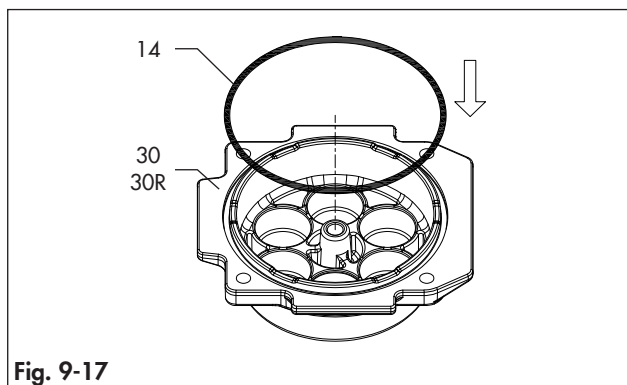
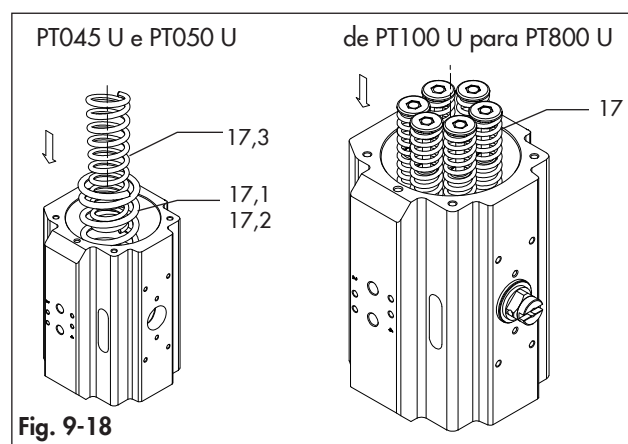
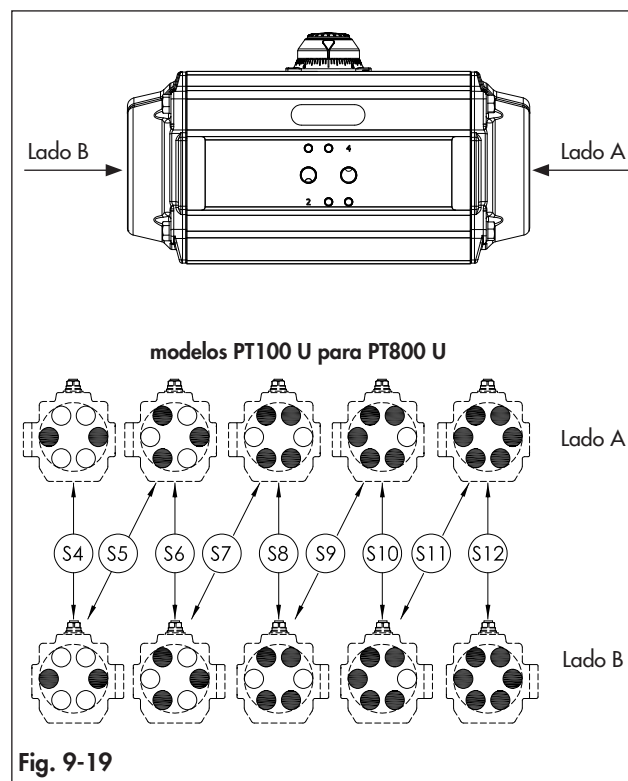

Fig. 9-17
Fig. 9-18
Fig. 9-19
- Coloque a junta tórica das tampas da extremidade (14) na ranhura, conforme mostrado na Fig. 9-17, certificando-se de que a junta tórica esteja estável no seu alojamento.
- Lubrifique novamente a superfície interna do corpo (50).
- No caso do atuador de retorno por mola, coloque a quantidade correta de cartuchos de mola na posição correta, conforme indicado na Tabela 9-4, Tabela 9-5, Fig. 9-18 e Fig. 9-19, dependendo do modelo do atuador.